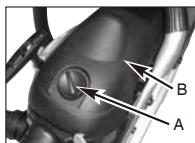

Fig. 18A
2. Fjern knappen (A), som holder luftfilterdækslet på plads, fjern topdækselet (B) ved at løsne skruerne. Dækslet tages af. (Fig.18A)